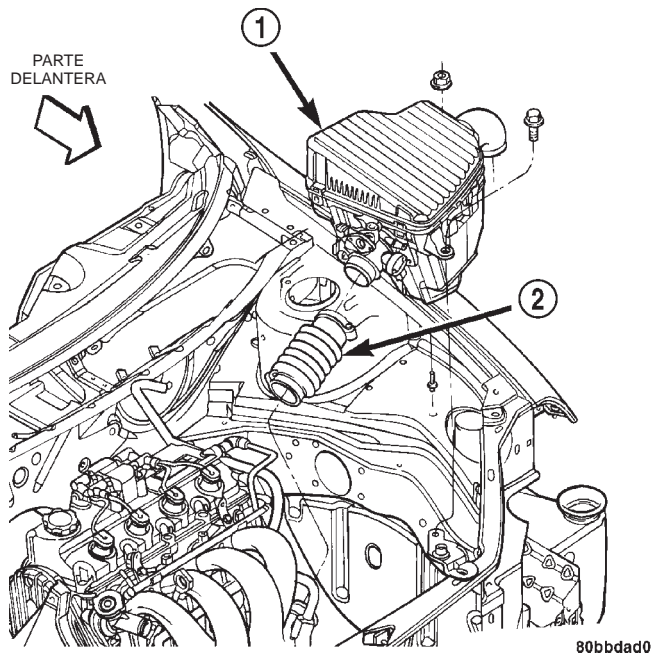

Fig. 1 Desmontaje e instalación del conjunto del depurador de aire
(3) Retire el conjunto de depurador de aire y cuerpo de mariposa del acelerador (Fig. 1) como se indica a continuación:
(d) Retire el perno y la tuerca de instalación (Fig. 1) y retire parcialmente el conjunto de depurador de aire.